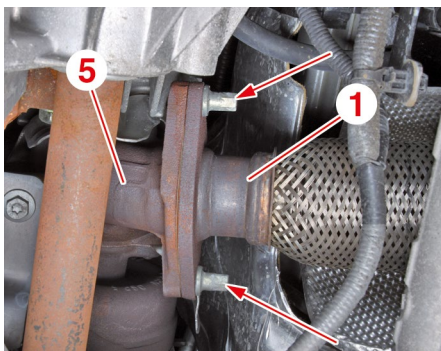

Fig. 14
- Separare la linea di scarico (1) (Fig. 14).
- il condotto di uscita (5) (Fig. 14),